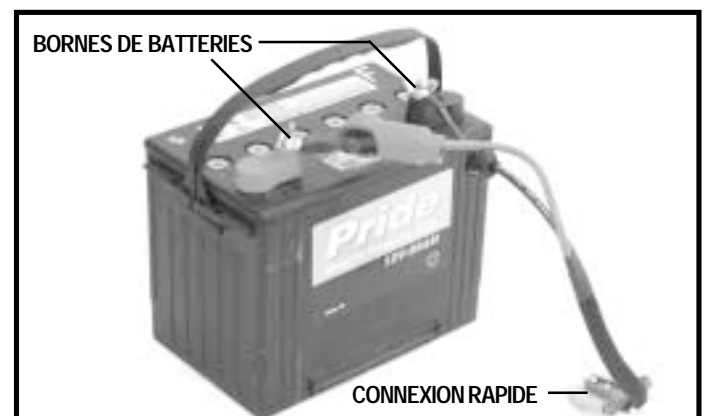

Figure 29. Batteries et fils
8. Réinstallez les fils sur les nouvelles batteries. Assurez-vous de bien brancher le fil rouge à la borne positive (+) et le fil noir à la borne négative (-) de la batterie. Voir la figure 29.